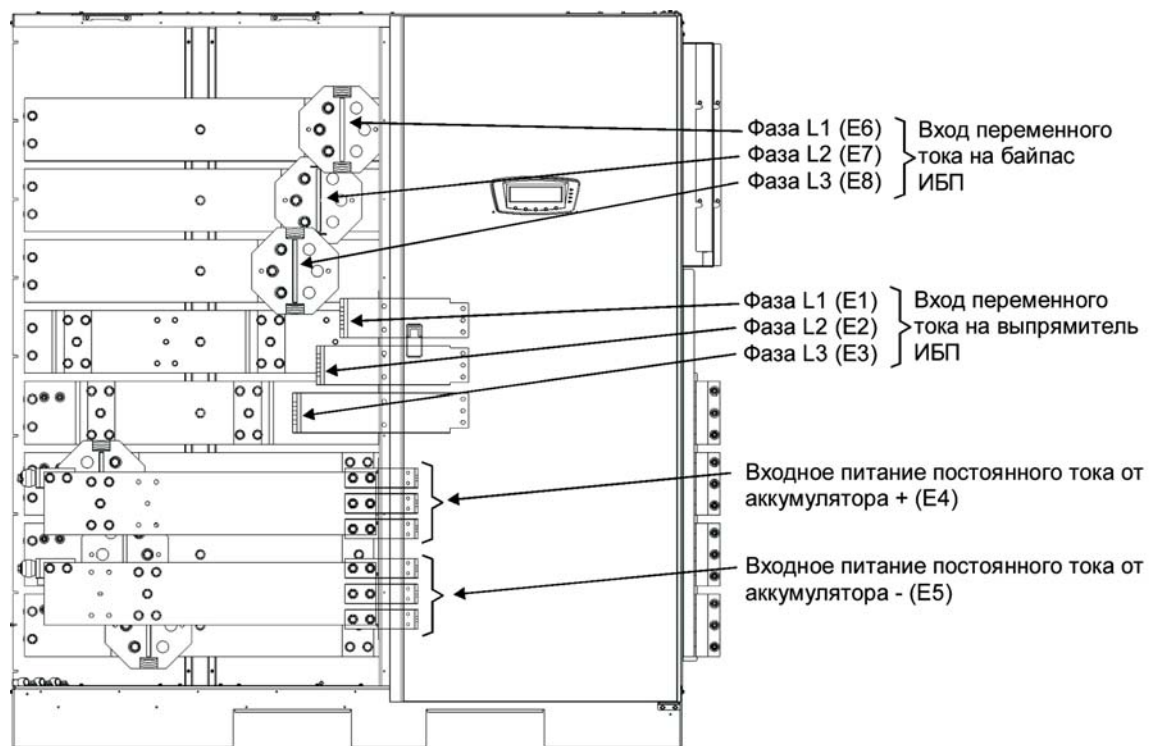

Рис. 4-17. Расположение клемм питания секции ISBM ИБП - общий аккумулятор
3. Используя крепежный комплект для подключения внешней проводки, подключите положительные, отрицательные и заземляющие соединения силовой проводки постоянного тока из аккумуляторной системы или разъединителя к клеммам аккумулятора и заземления секции ISBM ИБП. Используйте оба набора клемм, показанных на Рис. 4-17, если необходимо. См. Разд. 3.2.2 на стр. 24 для получения информации о требованиях к проводке и подключению.